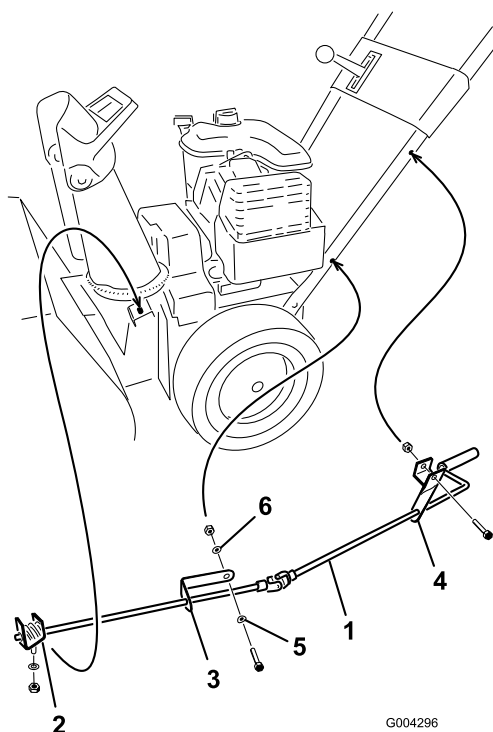

Рисунок 10
1. Закрепите болтом и контргайкой верхний кронштейн управления желобом (прикрепленный к штоку управления желобом) на верхней левой стороне рукоятки (Рисунок 10).
рукоятки с помощью болта, изогнутой шайбы, плоской шайбы и контргайки (Рисунок 10).
6. Затяните контргайки, крепящие 2 кронштейна механизма управления желобом (Рисунок 10).